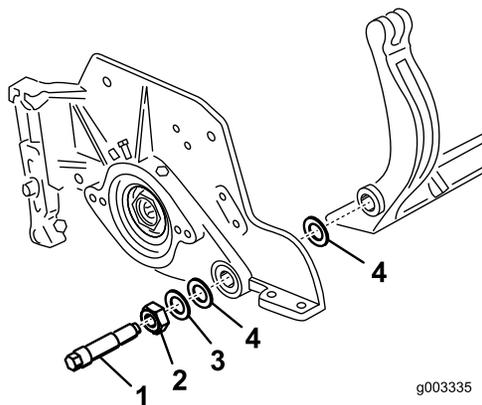

**Figura 32**
3. Su ciascun lato della macchina, allentate il dado di bloccaggio che fissa il bullone della barra di appoggio (Figura 32).
4. Togliete ciascun bullone della barra di appoggio consentendo alla barra di appoggio di essere tirata verso il basso e rimossa dal bullone della macchina (Figura 32).